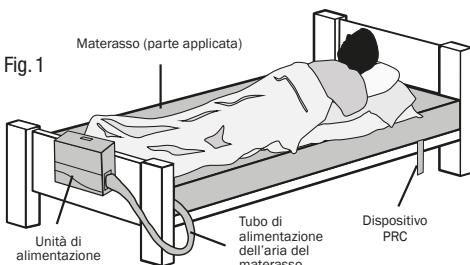

Fig. 1
2. Posizionare il materasso sul telaio del letto. Accertarsi che il tubo del materasso sia in uscita dall'estremità inferiore destra, lato piedi, e che la protezione colorata sia rivolta verso l'alto (Fig. 1).